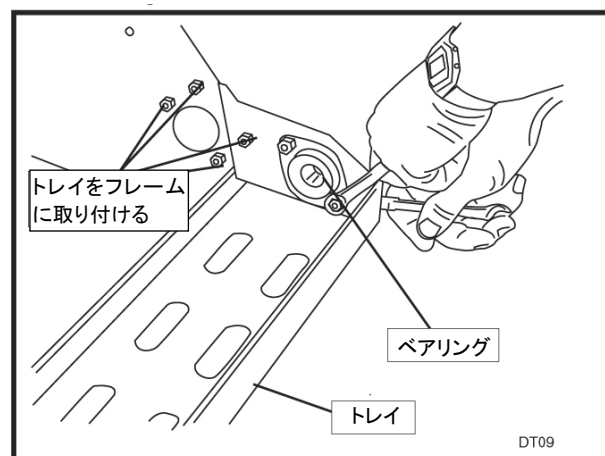

図 1
9. メインフレームのねじ穴に合わせながらトレイを取り付けます。図 1 を参照してください。
10. ベアリングをトレイの内側にあてがいます。金具を締め付けしないでください。緩まない程度に締め込みます。図 1 を参照してください。